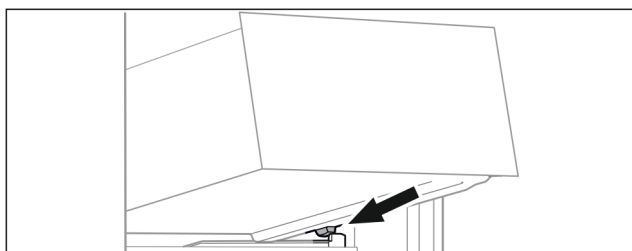

Fig. 28
- ▶ Nasadte zásuvku šikmo za zářezky na žebrování na nádoby. (viz Fig. 28)